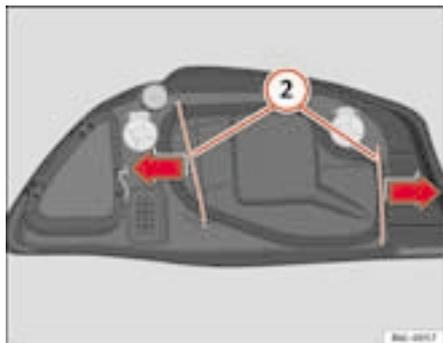

Fig. 147 Lâmpada da luz de máximos
- Desloque os tirantes ② ⇒ fig. 147 para fora, no sentido das setas e puxe a tampa.
- Coloque a tampa de plástico e coloque os tirantes ② ⇒ fig. 147.